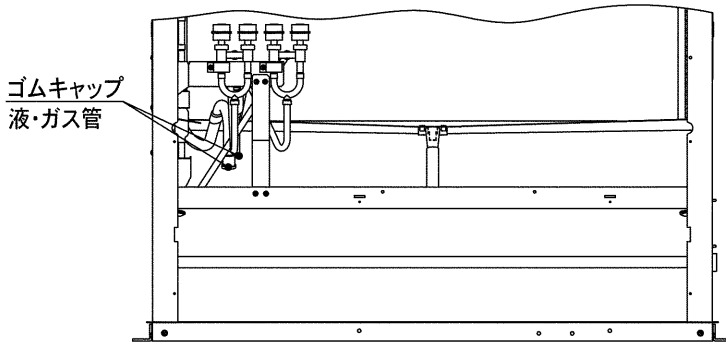

図3
(図3) プーリーの平行度
- (3) 図3 に示すガス管接続部および液管接続部のゴムキャップを取外してください。